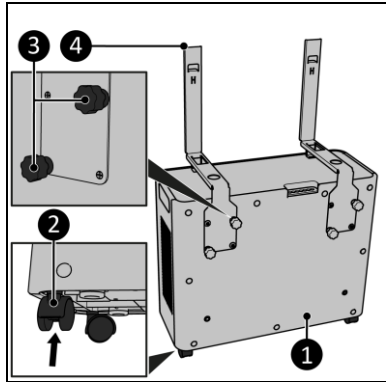

Figure 12
2. Fixez les roulettes (figure 12, pos. 2) à l'unité extérieure (figure 12, pos. 1) en les enfonçant dans les trous situés sous l'unité extérieure.
3. Fixez les supports intérieurs (figure 12, pos. 4) à l'unité extérieure (figure 12, pos. 1) en serrant deux capuchons de vis par support (figure 2, pos. 3).